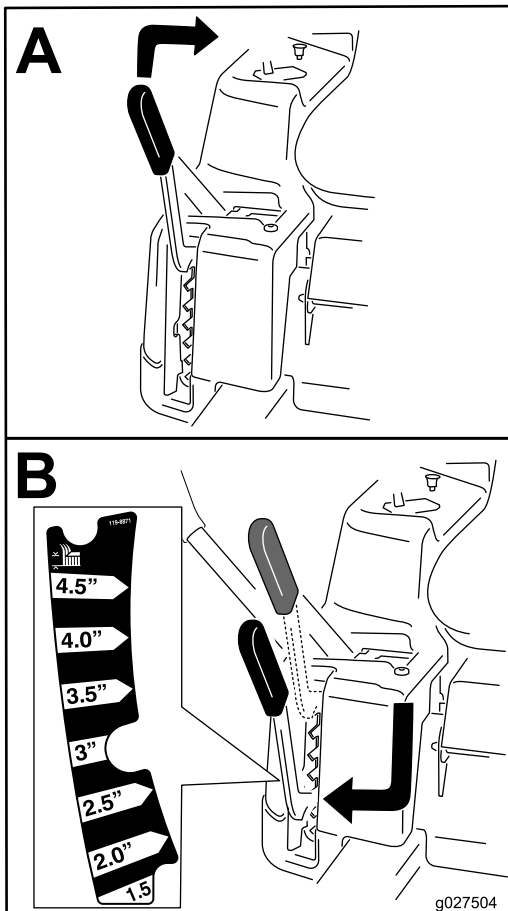

Figure 22
**Remarque:** La position de transport est la position de hauteur de coupe la plus élevée (115 mm [4,5 po]), comme montré à la Figure 22.